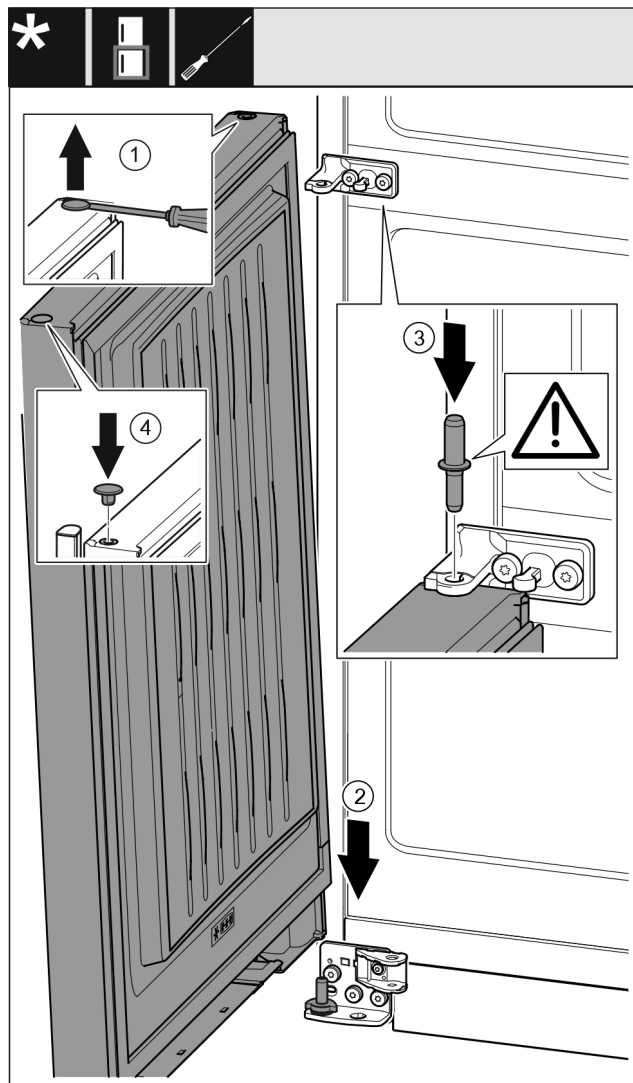

Fig. 35
- ▶ Paceliet uzmanīgi ar plakano skrūvgriezi un izvelciet ārā aizbāzni Fig. 35 (1).
- ▶ Uzlieciet durvis Fig. 35 (2) no augšas uz apakšējās gultņa tapas.
- ▶ Ievietojiet vidējo gultņa tapu Fig. 35 (3) vidējā gultņa balstā apakšējās durvīs. Uzmaniet, lai fiksācijas izcilnis būtu vērsts virzienā uz aizmuguri.
- ▶ Ievietojiet atpakaļ aizbāzni Fig. 35 (4) otrā durvju pusē.